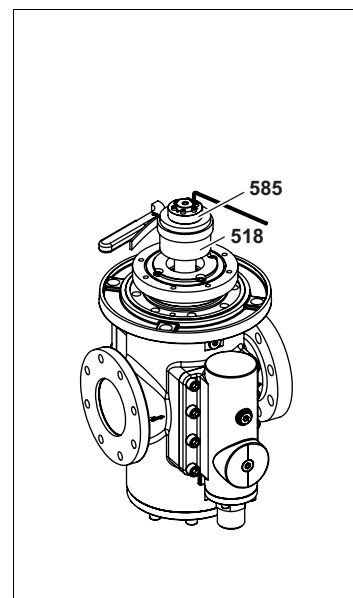

Fig. 7
3. Maintenir le rotor intérieur **518** à l'aide d'une clé à sangle. Desserrer toutes les vis cylindriques dans l'élément de serrage et les retirer, voir Fig. 7, page 32.